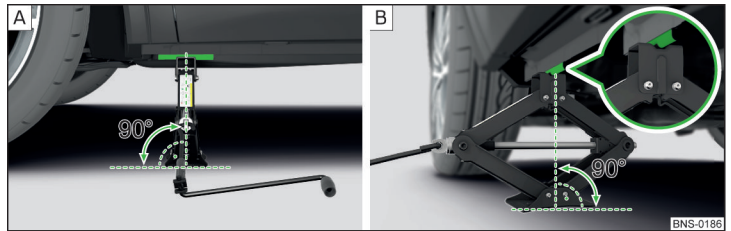

Abb. 342 Wagenheber ansetzen
- › Die Grundplatte des Wagenhebers mit der gesamten Fläche auf einem geraden Untergrund stellen, sodass sich der Heber in senkrechter Position zum Aufnahmesteg befindet » Abb. 342 - [\[A\]](#).
- › Den Wagenheber mit der Kurbel so weit hoch drehen, bis die Klaue des Hebers den Steg umfasst » Abb. 342 - [\[B\]](#).